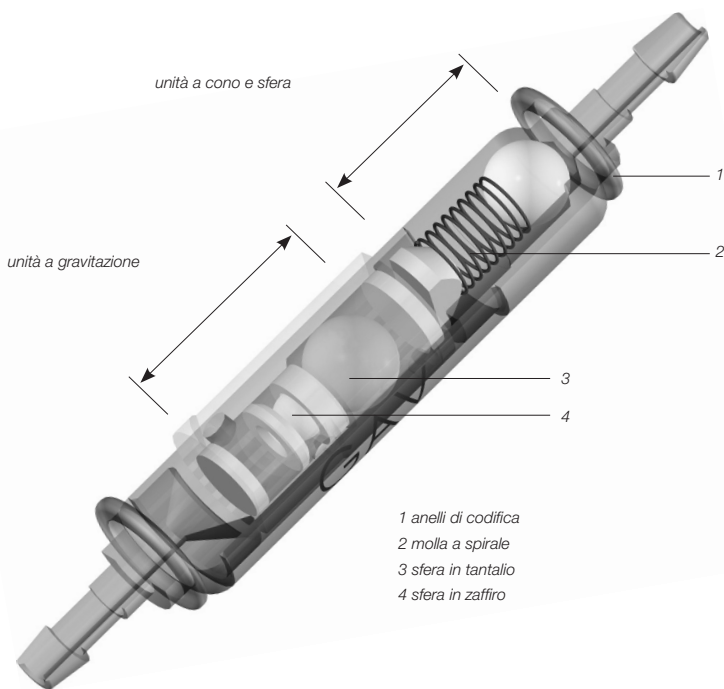

Fig. 1: La GAV in sezione
La Fig. 1 mostra un disegno schematico in sezione della GAV. Essa è composta da una robusta custodia in titanio nella cui parte prossimale è integrata una unità a cono e sfera dalla validità sperimentata. Una molla a spirale (2) garantisce la pressione di apertura della unità a cono e sfera. La unità a gravitazione nel settore distale è composta da una sfera in tantalio (3), che determina la pressione di apertura della unità stessa e da una sfera in zaffiro (4), che ne garantisce una chiusura precisa.